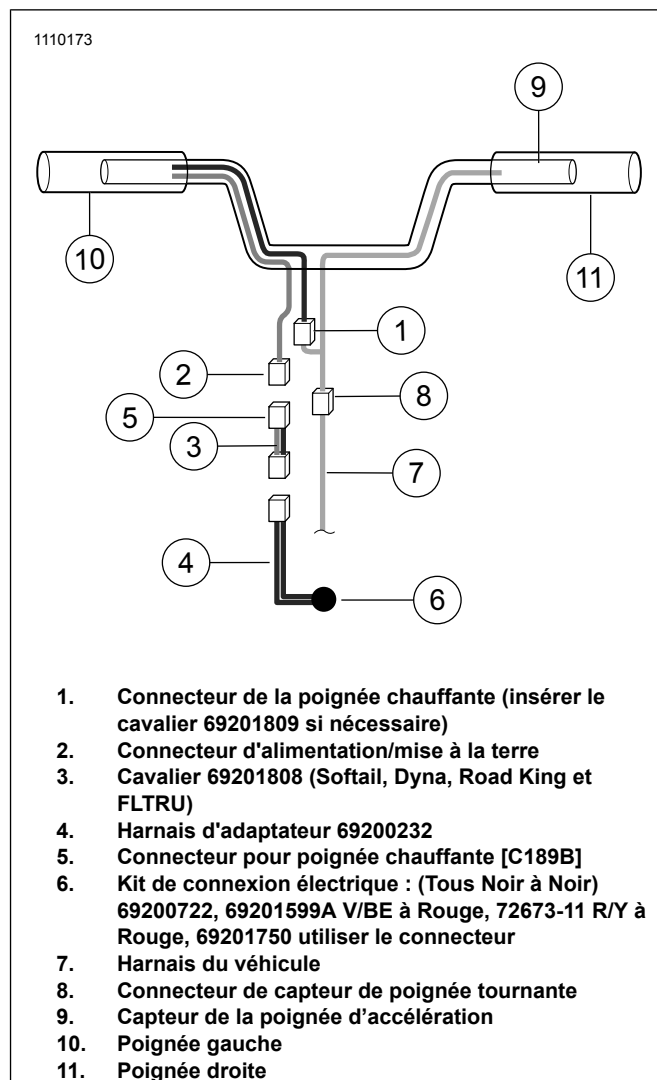

Figure 9. Connexions électriques
1. Consultez Figure 9. Retirez le carénage extérieur.
3. Connectez l'interconnexion de la poignée chauffante (1) de Figure 9 à la poignée gauche.
5. Connectez le fil d'alimentation/de mise à la terre de la poignée chauffante (2) de la gauche de Figure 9 .
- b. Consultez Figure 9. Raccordez le connecteur à 2 voies de la poignée chauffante (2) au connecteur à 2 voies du 69201750 derrière le phare. Ajouter le cavalier (3) si une longueur supplémentaire est nécessaire.
8. Coupez le cavalier (4) à une longueur suffisante pour l'épisser au kit (6).
9. Dénuder les fils et les épisser au harnais de connexion électrique (7).
11. Terminez l'installation du kit de connexion électrique (6) conformément aux instructions du kit.